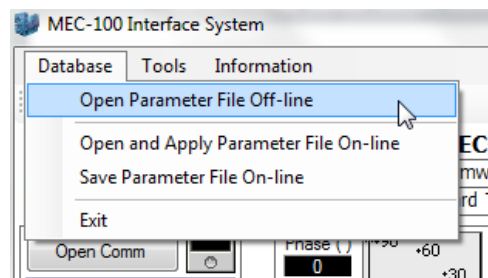

Fig. 5.6.3.a
- Cliccare la voce *Archivio* nella barra menu del MEC-100 Interface System (vedi Fig. 5.6.3.a).